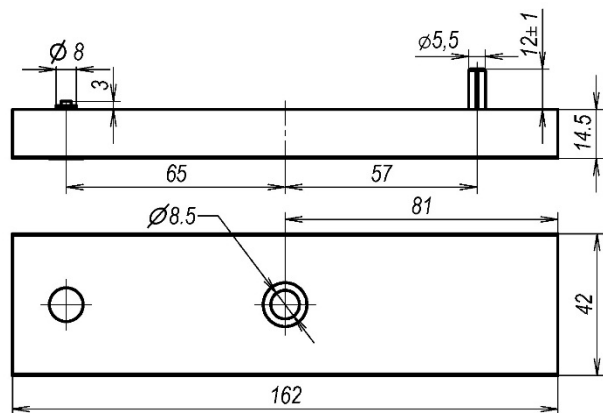

Рисунок 7 - Якорь
5.3 Якорная часть замка устанавливается на двери напротив корпуса и закрепляется с помощью комплекта крепления якоря. Для варианта замка **AL-350FB-01** в двери подготавливаются монтажные отверстия для штифта и элементов крепления в соответствии с габаритным чертежом якоря (рисунок 7).